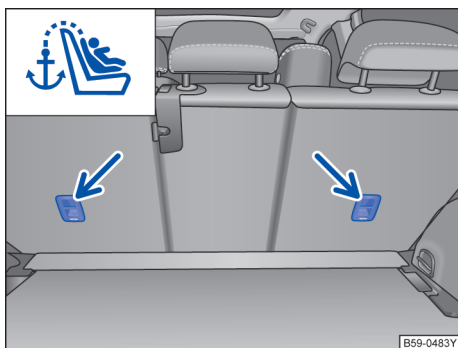

图 44 带顶部紧固绳的 ISOFIX 儿童座椅
- 打开后排座椅后的盖板 → 图 44。
- 将上部固定带钩入相应的固定环中 → 图 44。